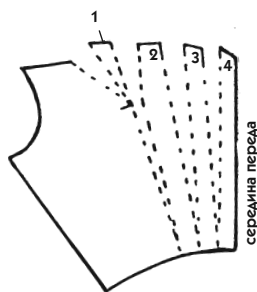

Рис. 549
4. Если распаха вытачки недостаточно для двух складок, то для одной складки делается заданная ширина, а для другой добавляется расширение с помощью фалды с края лекала. Сделайте другие расширения в тех же пропорциях (пример на рис. 549 выполняется так же).